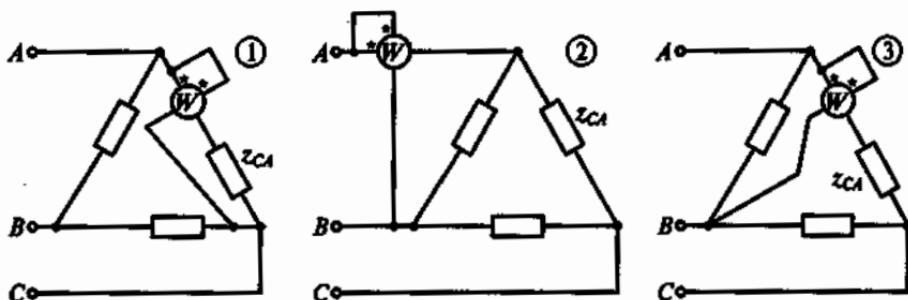

Рис. 169
5.32. С помощью какой из трех схем, показанных на рис. 169, можно измерить активную мощность фазы *СА* цепи?